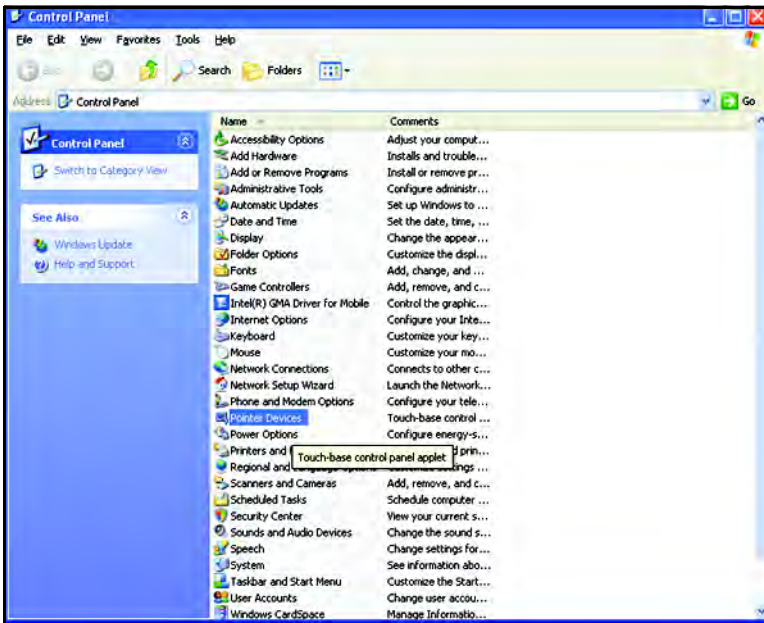

Figura 123: Panel de control con el icono *Dispositivos de puntero*
1. Inicie el USM Vision+ como *Administrador*. Desde el *Panel de control* del USM Vision+, lance la aplicación del panel de control de contacto, para ello haga doble clic en el icono *Dispositivos de puntero*, como se muestra *Figura 123* a continuación.